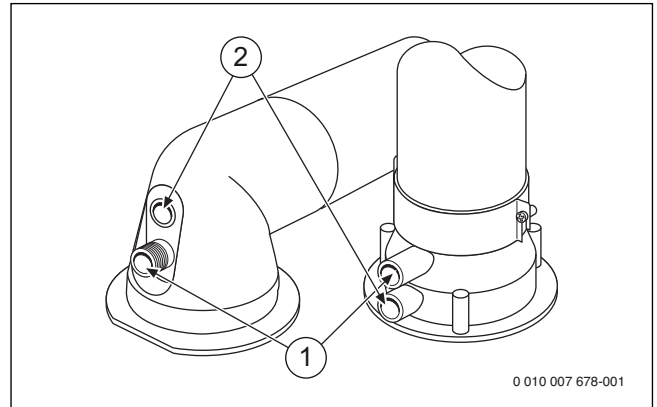

Fig. 48 Pieza de conexión para la medición de los gases de escape y pieza de conexión para la medición del aire de combustión
- ▶ Retirar el tapón en la pieza de conexión para la medición de los gases de escape (→ fig. 48).